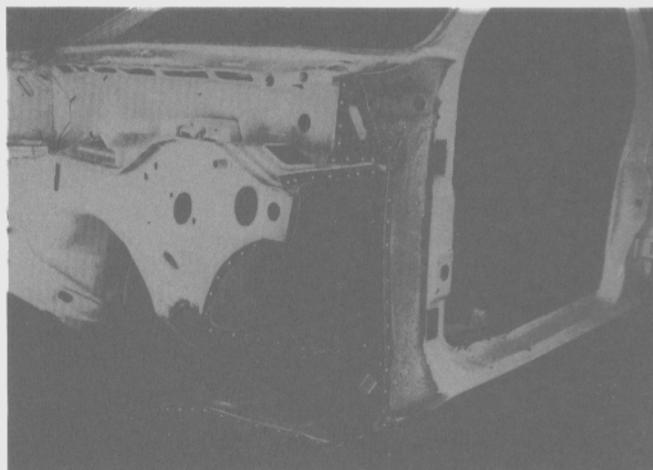

Fig. 146
- Quitar los restos de panel de las pestañas (Fig. 146).